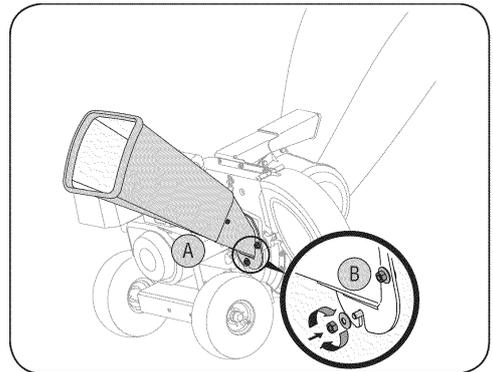

Рис.6
3. Совместите лоток измельчителя и приварные шпильки так, чтобы паз в нижней части лотка встал в нужное положение (смотри рисунок 6).